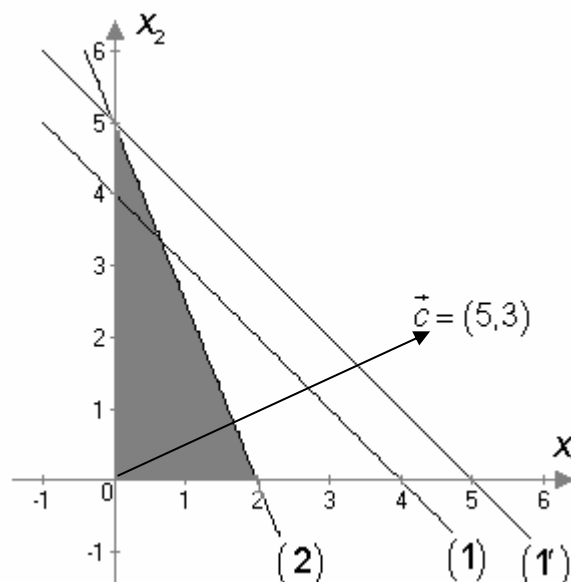

Рис. 2.5.1
Для ресурса 1 предельно допустимое увеличение запаса составляет 1 единицу (с 4 до 5 единиц), т. к. прямую (1) имеет смысл двигать параллельно себе до точки (0,5), ей будет отвечать уравнение (1'): $x_1 + x_2 = 5$. Максимальная прибыль будет в точке с координатами (5,0), $z(0,5)=15$ и увеличится на $15 - 40/3 = 5/3$ (рис. 2.5.1).